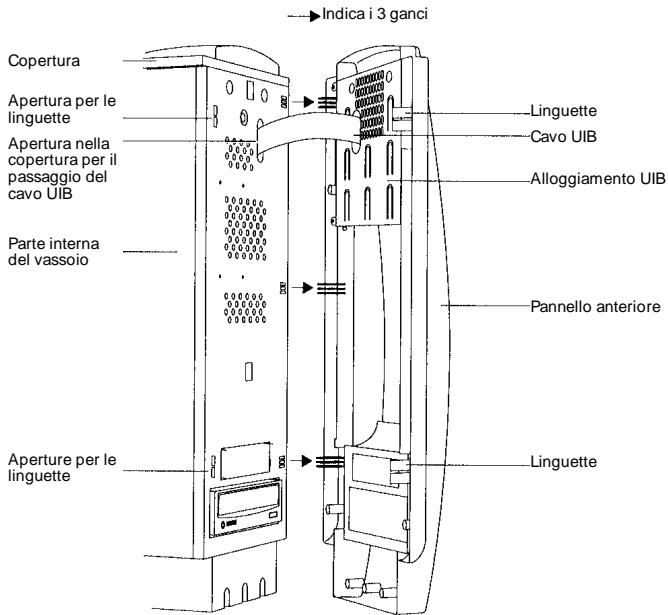

Figura 4-4 Rimozione del pannello anteriore
4. **Inclinare il pannello anteriore in modo che i tre ganci sul bordo del pannello anteriore siano allineati alle aperture sul lato anteriore della copertura (Figura 4-4).**